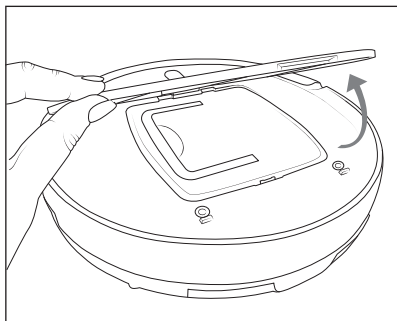

Fig. 5
- 1) Retire la cubierta 13 del depósito de polvo 12 y tire del asa para desmontarlo del aparato (consulte las figs. 5 y 6).